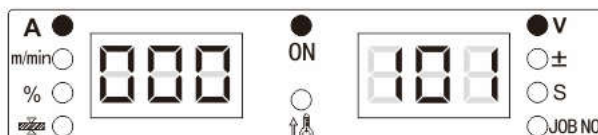

Рисунок 3-27. Отображение проверки версии программного обеспечения
4. Поворотом регулятора панели управления установите запрос проверки версии программного обеспечения FB0 (см. Рисунок 3-27).